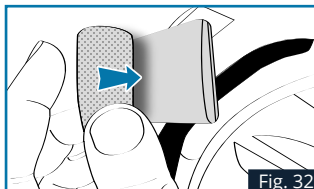

Fig. 32
3. Coller la mousse de calage présente dans votre kit **SENA FOR SHARK (Bluetooth ou Mesh)** à l'arrière de la batterie de votre Intercom Fig.32.